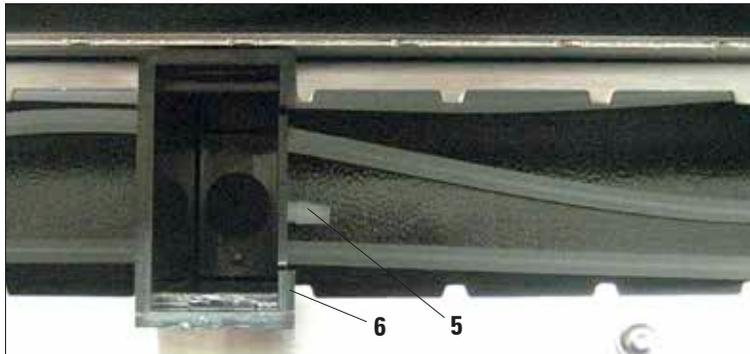

Abb. 23
Die Spülwasserbehälter (6) in die gewünschte Position auf der Plattform bringen. Bei der Station beginnen, die der Ablaufwanne am nächsten ist. Den Spülwasserbehälter so einsetzen, dass der Schlauchanschluss (5) zum Entnahmefach hin zeigt (Abb. 23).